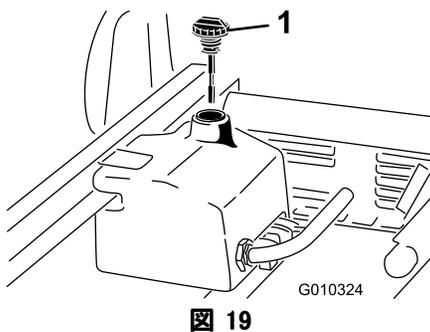

図 19
1. 油圧オイルタンクの注油口周辺をきれいに拭き、キャップ（図 19）を外す。給油口からキャップを取る。
2. 補給口の首からディップスティック (図 19) を抜き、ウェスできれいに拭う。もう一度首に差し込んで引き抜き、オイルの量を点検する。2本のマークの間であれば適正である。